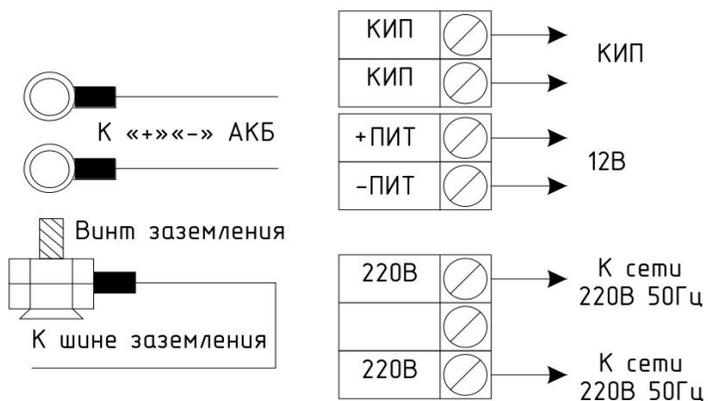

Рис.1
- установите аккумулятор, выполните подключение нагрузки, выхода "КИП", и аккумулятора согласно монтажной схеме (рис.1) соблюдая полярность;